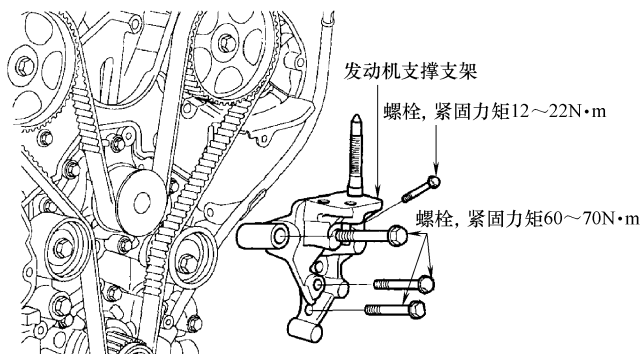

图 31-47 安装发动机支撑支架
10) 安装发动机支撑支架并将螺栓紧固至规范的紧固力矩, 如图 31-47 所示。